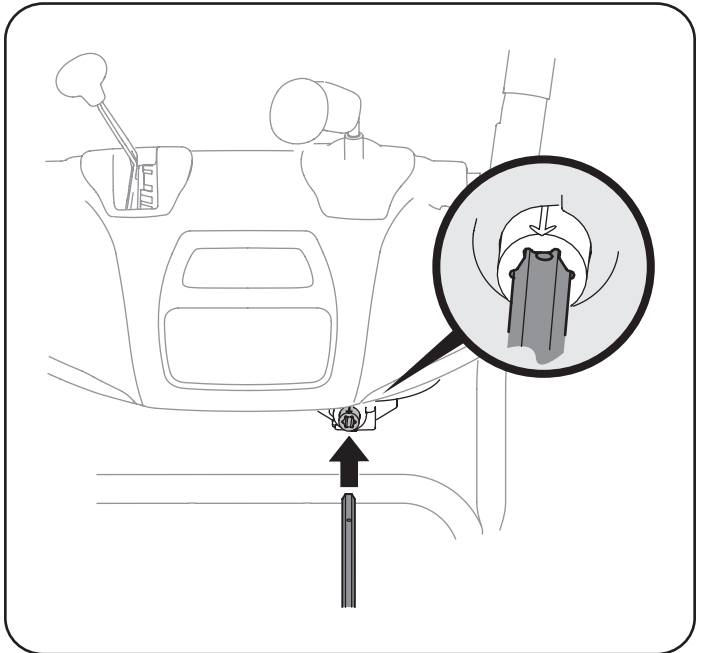

Figura 9
7. Inserte la varilla hexagonal dentro del engranaje del piñón por debajo de la palanca de control. Asegúrese de alinear el orificio en la varilla hexagonal con la flecha en el engranaje del piñón. Vea la Figura 9.